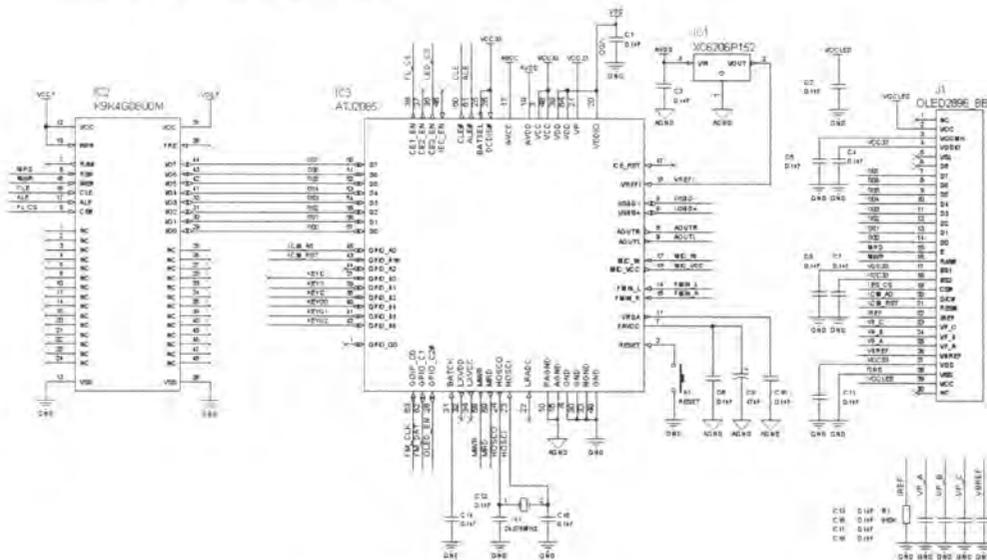

图 4-44 初步绘制的原理图“CPU. SchDoc”
- [3] 按照前面所讲述的电路原理图绘制步骤，放置各种元器件，编辑相应的属性，并进行电气连接，如图 4-44 所示。